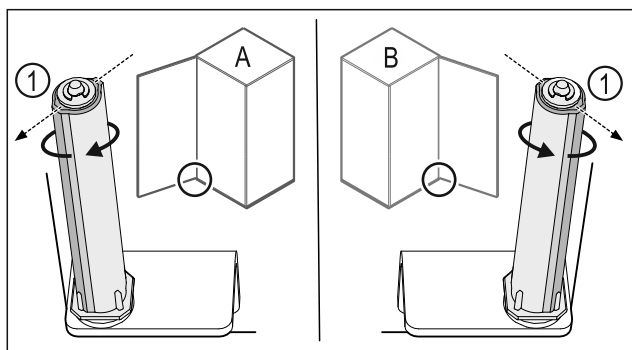

Fig. 55 左门挡(A) / 右门挡(B)
- 克服阻力转动关门系统，直至关门系统 Fig. 55 (I) 的连接片朝外。